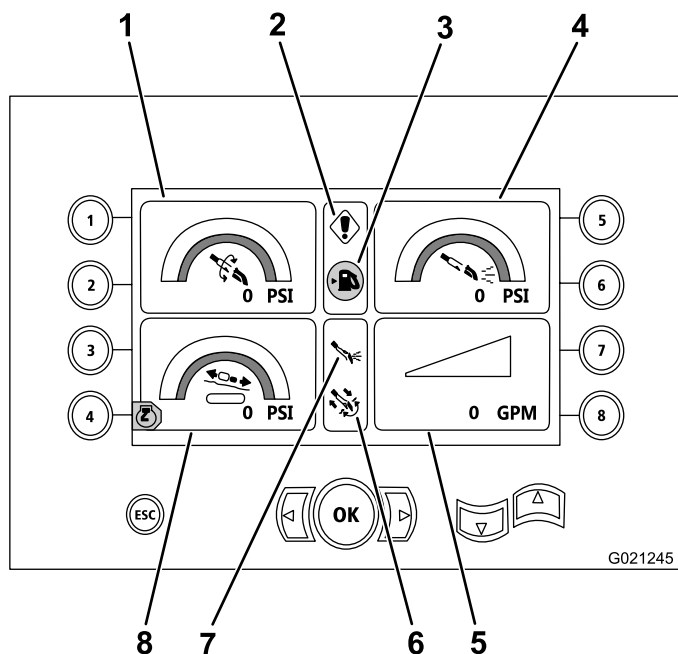

Рисунок 16
Эта страница показывает измеренные значения давления на вращающемся элементе в дюймах (ман.), давления бурового раствора в дюймах (ман.) и расхода бурового раствора в галлонах в минуту (Рисунок 16).
- Предупреждение с кодом ошибки для процесса бурения и/или двигателя (Рисунок 16)
- Предупреждение о низком уровне топлива (Рисунок 16)
- Подача бурового раствора находится в положении «Вкл.» (Рисунок 16)
- Режим автоматического бурения находится в положении «Вкл.» (Рисунок 16)